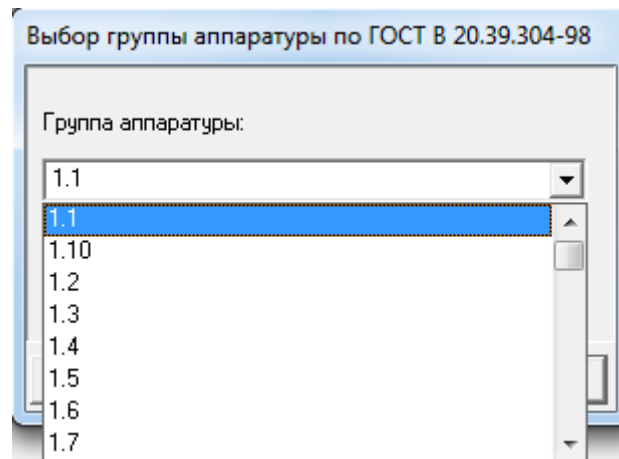

Рис.3.23. Окно выбора группы аппаратуры по ГОСТ В 20.39.304-98
- В появившемся окне «Группа аппаратуры по ГОСТ В 20.39.304-98» (см. рис. 3.23) выберите номер группы.